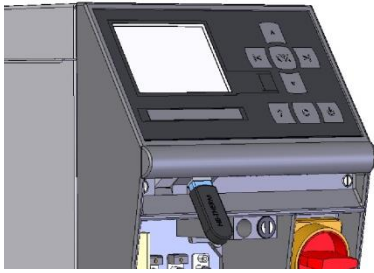

Abb. 77: Csatlakoztassa az USB adattárolót
2. Csatlakoztassa az USB adattárolót (Abb. 77).